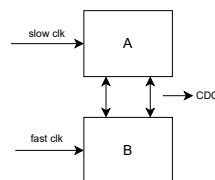

Figura 27: Circuitos asincrónicos entre si, con Clock Domain Crossing
**Sistemas asincrónicos** En el caso de sistemas asincrónicos, los osciladores de nuestro clock son independientes. Por lo tanto aparece lo que se conoce como un Clock Domain Crossing. La comunicación entre ambos bloques no es trivial y requiere de lógica circuital adicional, pero no son raros los esquemas como el de la Figura 27.